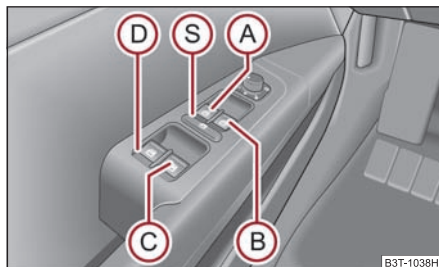

Fig. 50 Teclas en la puerta del conductor
Los conmutadores para las diferentes ventanillas se encuentran en el apoyabrazos del conductor ⇒ fig. 50, del acompañante y en las puertas posteriores ⇒ página 56, fig. 51.
Ud. puede poner fuera de funcionamiento los conmutadores en las puertas traseras pulsando el conmutador de seguridad (S) ⇒ fig. 50. Se ponen de nuevo en funcionamiento las teclas en las puertas traseras pulsando repetidamente el conmutador de seguridad (S).
- Si se transporta niños en los asientos traseros, se recomienda poner fuera de funcionamiento los elevallas eléctricos de las puertas traseras (conmutador de seguridad)  $\Rightarrow$ página 55, fig. 50.